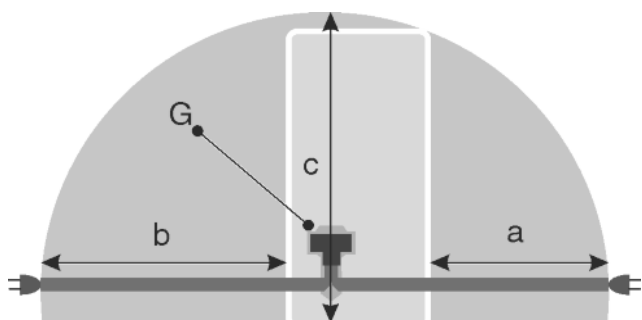

Fig. 27
- Розетка находится вне зоны задней стенки в данной зоне. Fig. 27 (a, b, c)
- ▶ Штекер устройства Fig. 27 (G) подсоединить с задней стороны устройства. Следить за правильной фиксацией.